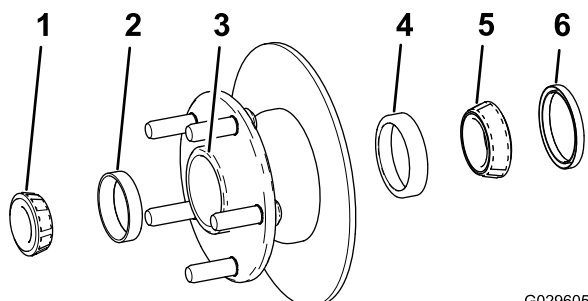

図 31
1. ハブから外側のベアリングとベアリングレースを取る 図 31。
2. ハブから、シール、内側のベアリングとベアリングレースを取る 図 31。
5. ハブについているグリス、ごみなどをきれいに取り除く 図 31。
7. ハブに、内側のベアリングレースと外側のベアリングレースを取り付ける 図 31。
8. キャビティの5080程度にグリスを詰める 図 31。
9. ハブの内側に内側ベアリングを取り付け、シールをはめる 図 31。